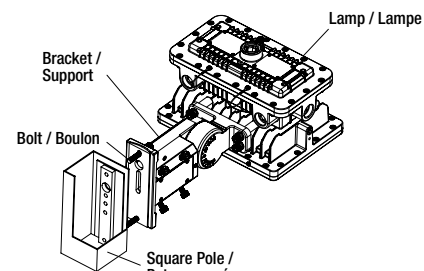
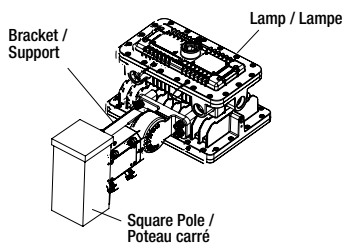
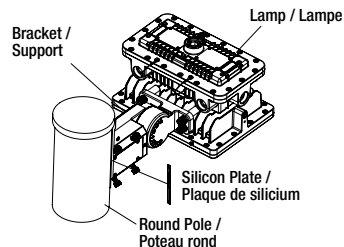

Fig. 23
Fig. 24
Fig. 25
- Step 2 (for square pole): Fix bracket to square pole with bolt (Figure 23, Figure 24). Same as round pole installation, please remember to use the adapting plate for round pole installation (Figure 25).
- Étape 2 (pour un poteau carré) : Fixez le support au poteau carré à l'aide d'un boulon (figure 23, figure 24). Comme pour l'installation d'un poteau rond l'installation sur poteau rond, n'oubliez pas d'utiliser la plaque d'adaptation pour l'installation sur poteau rond (figure 25).